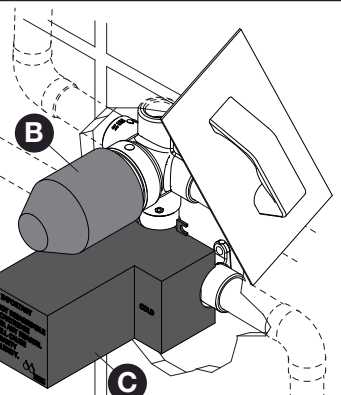

Fig. 12
10) Vuelva a colocar las carcassas protectoras (B y C) y termine con todo el trabajo de albañilería (Fig. 12).
10) Put back the plastic caps (B and C) and finalize all masonry work (Fig. 12).
10) Remplacez les boîtiers de protection (B et C) et terminez les travaux de maçonnerie (Fig. 12).